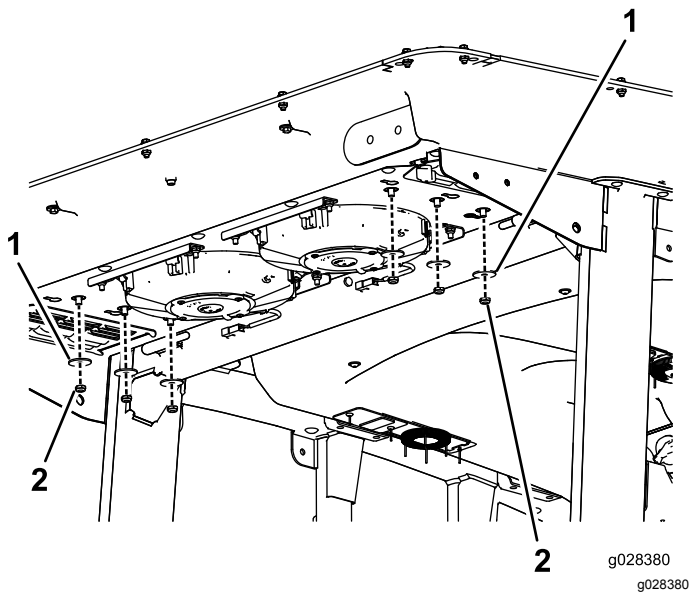

Figura 136
2. Retire as seis porcas e anilhas da parte inferior da traseira da cabina (Figura 136).